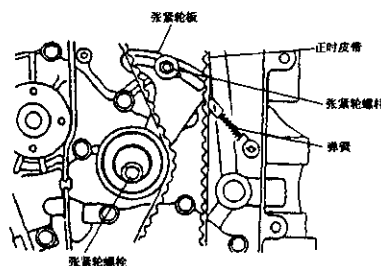

图 2-18 拆下正时皮带张紧轮
⑥拆下正时皮带张紧轮，张紧轮板，张紧轮弹簧和正时皮带。如图 2-18 所示。